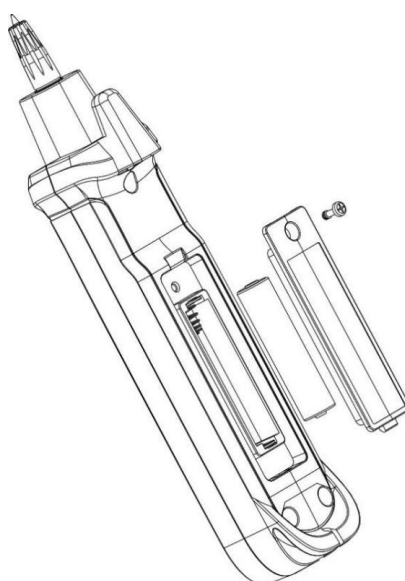

Bild 9
2. Installation eller byte av batteri (Bild 9)